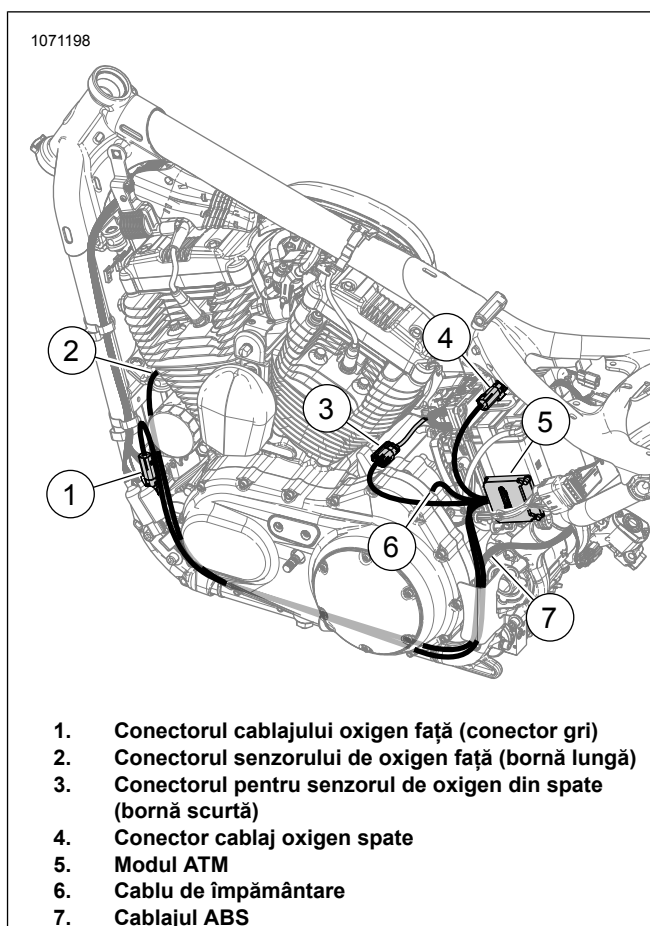

Figura 50. Direcționarea cablajului ATM (plasați suportul)
12. Consultați Figura 50. Instalare modul ATM (5).
Consultați Figura 50. Direcționați și conectați cablul de împământare ATM (6) la tija **curată** de împământare. Strângeți la: